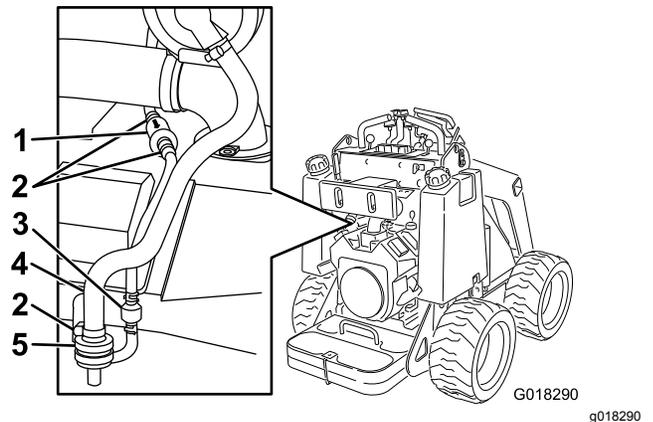

Рисунок 21
3. Ослабьте шланговый хомут над воздушным фильтром с угольным элементом (Рисунок 21).
4. Снимите и удалите в отходы воздушный фильтр (Рисунок 21).
5. Установите новый фильтр в шланг и зафиксируйте его шланговым хомутом (Рисунок 21).
3. Переместите шланговые хомуты пружинного типа с обеих сторон фильтра линии продувки с угольным элементом в стороны от фильтра (Рисунок 21).
4. Снимите и удалите в отходы фильтр линии продувки (Рисунок 21).
5. Установите новый фильтр в шланг так, чтобы стрелка на фильтре была направлена в сторону обратного клапана, и зафиксируйте его шланговыми хомутами (Рисунок 21).